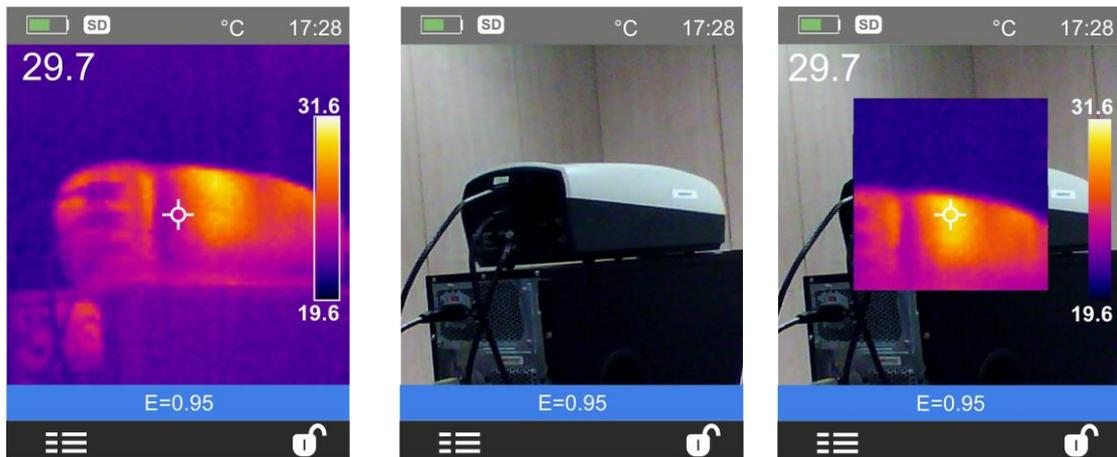

Fig. 23 : Modes d'affichage de l'image
2. Utiliser les touches  $\oplus$  ou  $\ominus$  pour sélectionner le mode d'affichage souhaité parmi les options : **IR** (image infrarouge), **Visible** (image visible), **MIX** (fusion de l'image IR dans l'image visible) et **AUF** (fonction Auto Fusion – voir § 5.2.4.1) (voir Fig. 23)